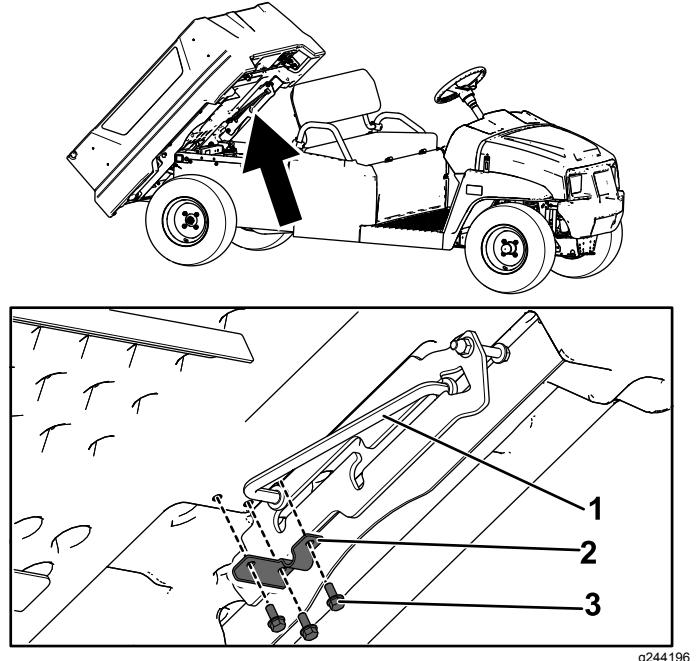

図 2
2. 荷台支え棒から、フランジヘッドねじ $5/16 \times 3\frac{1}{8}$ " 3本とU ブラケットを外す 図 2。